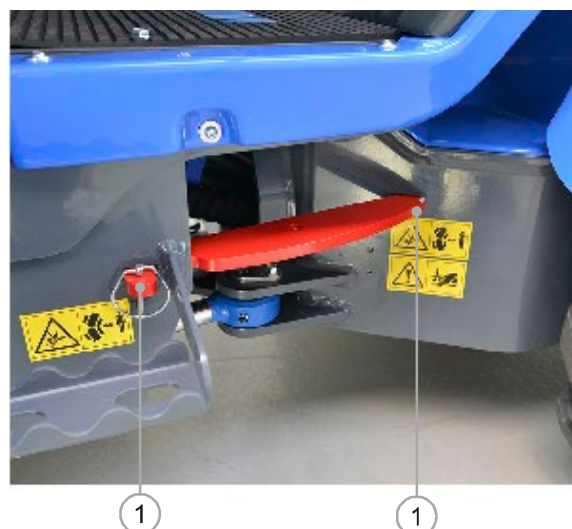

РИС. 20
- 4) Вставьте скобу (РИС. 20 – сс. 1) в две прорези, расположенные на левой стороне машины рядом с центральным шарниром рулевого управления и закрепите его заглушкой.